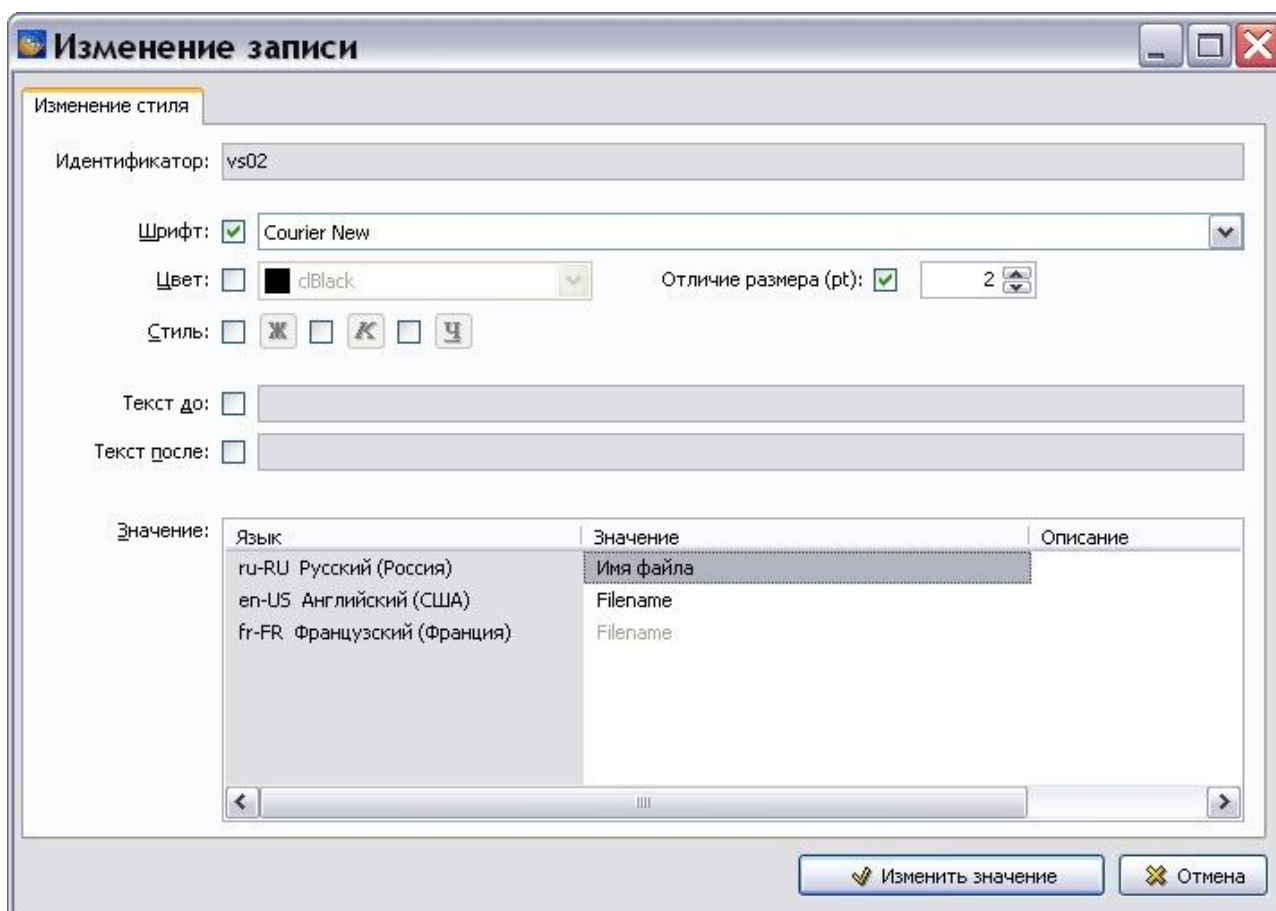

Рис. 3.45
2. Выполните двойной быстрый клик левой кнопкой мыши или нажмите на клавишу F2 на клавиатуре, или выберите команду **Редактировать** (F2) из контекстного меню. После этого откроется окно **Изменение записи** (Рис. 3.45).